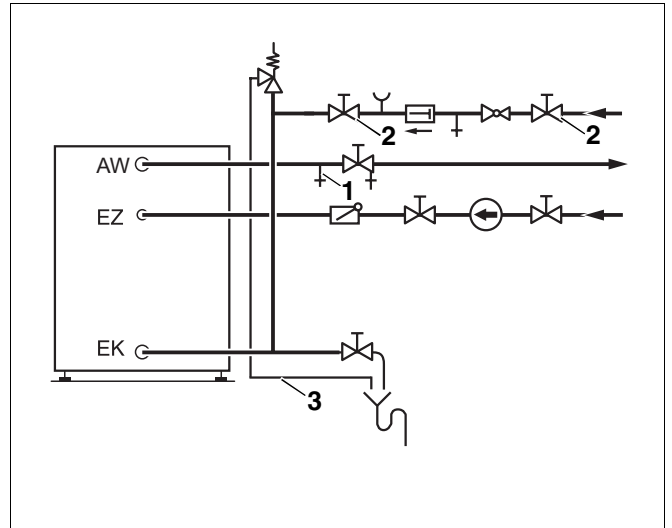

Abb. 9 Installation nach DIN 1988 (Prinzipabbildung)
- Das Be- und Entlüftungsventil (Abb. 9, **Pos. 1**) oder den höchst gelegenen Zapfhahn öffnen, um den Warmwasserspeicher zu entlüften.
- Absperrventil für Eintritt Kaltwasser EK (Abb. 9, **Pos. 2**) öffnen, um den Warmwasserspeicher zu befüllen.
- Vor dem Anheizen prüfen, ob Heizkessel, Warmwasserspeicher und Rohrleitungen mit Wasser gefüllt sind. Dazu Be- und Entlüftungsventil (Abb. 9, **Pos. 1**) öffnen.
- Lassen Sie die Ausblaseleitung des Sicherheitsventils (Abb. 9, **Pos. 3**) stets geöffnet.
- die Ausblaseleitung des Sicherheitsventils (Abb. 9, Seite 13) stets offen bleiben muss.